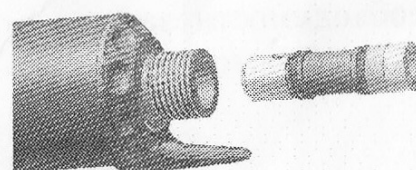

Рис. 6
5. Извлечь поршень при помощи плоскогубцев и заменить на нем изношенные кольца на новые (рис.6).